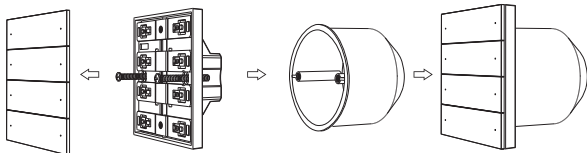

Рис. 2. Монтаж панели SMART-ZB-801-22-1G-8SC-MULTI-IN
- 3.6. Смонтируйте панель согласно схеме на рис. 2.